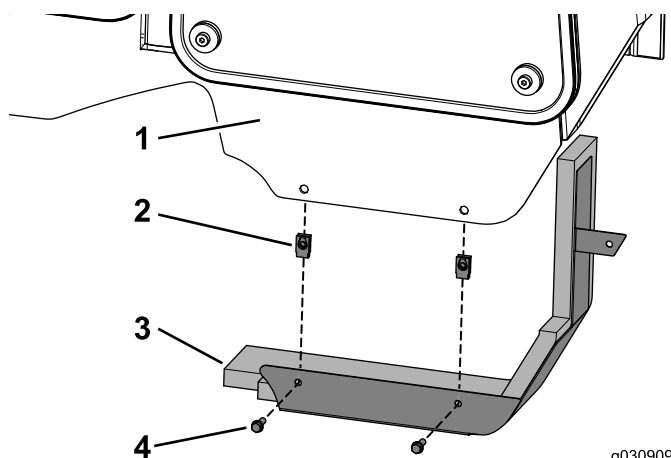

Bild 29
1. Bringen Sie die zwei Klemmmuttern am Kabinenrahmen an (Bild 29).
2. Befestigen Sie die Platte mit den zwei Schrauben (1/4" x 3/4") an der Kabine, wie in Bild 29 abgebildet.